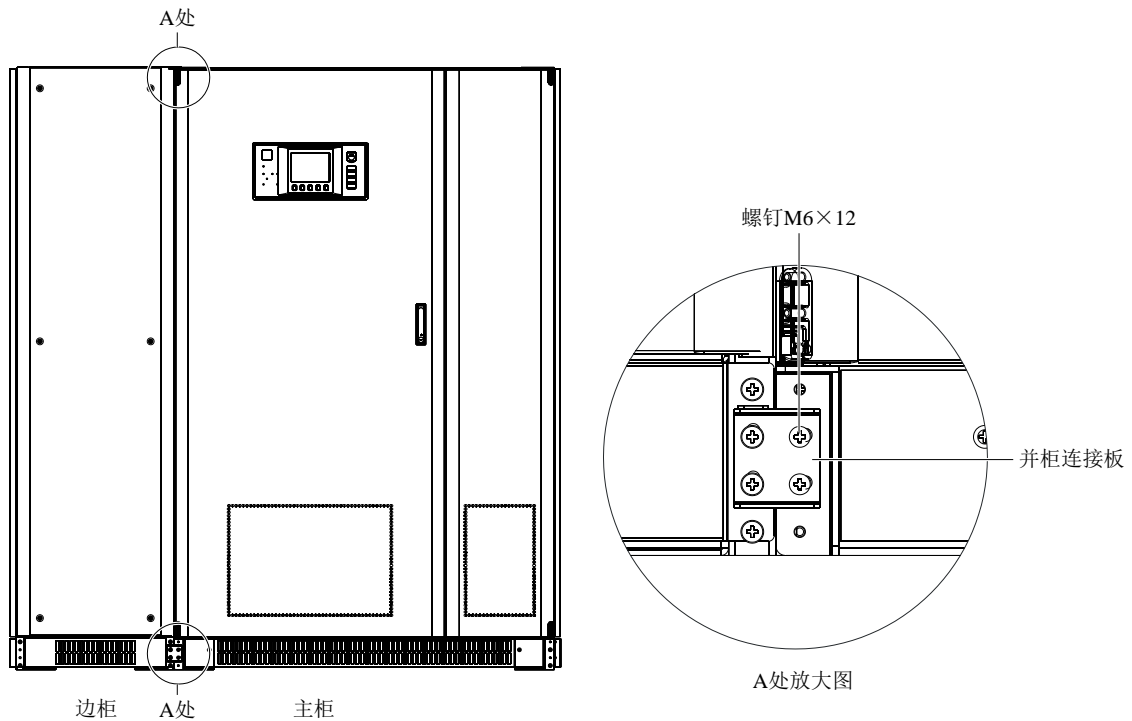
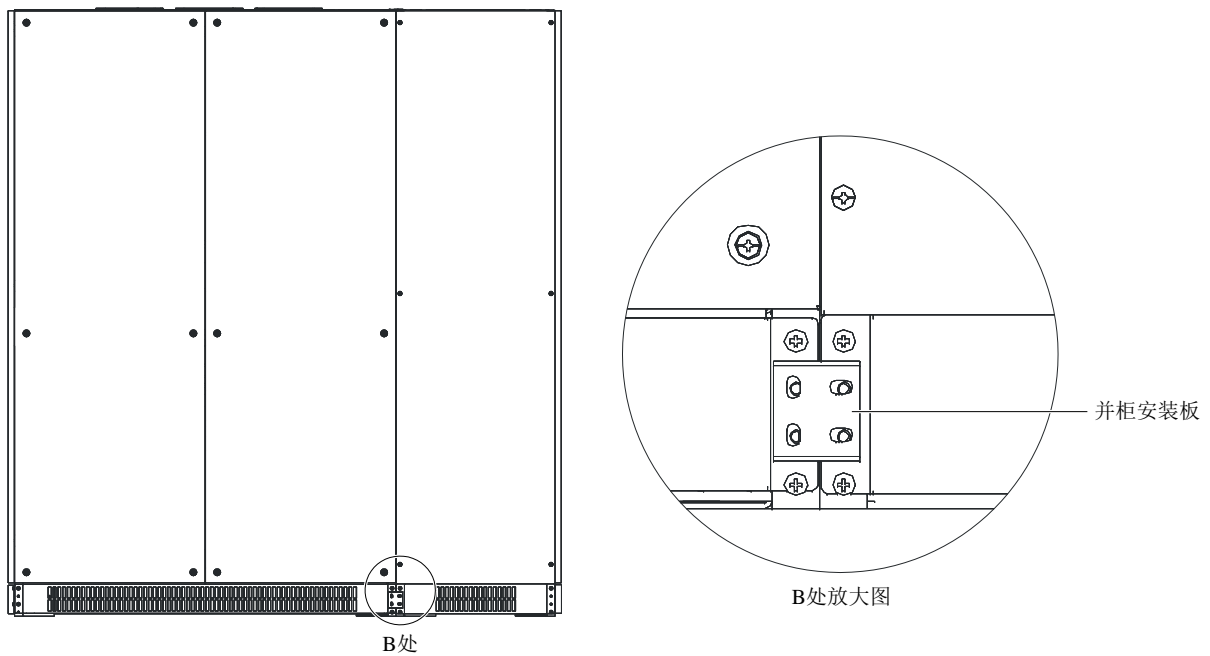

图2-8 200kVA UPS (12 脉) 并柜机械连接 (正视图)
图2-9 200kVA UPS (12 脉) 并柜机械连接 (后视图)
4. 安装前后并柜连接板，如图 2-8 和图 2-9 所示。